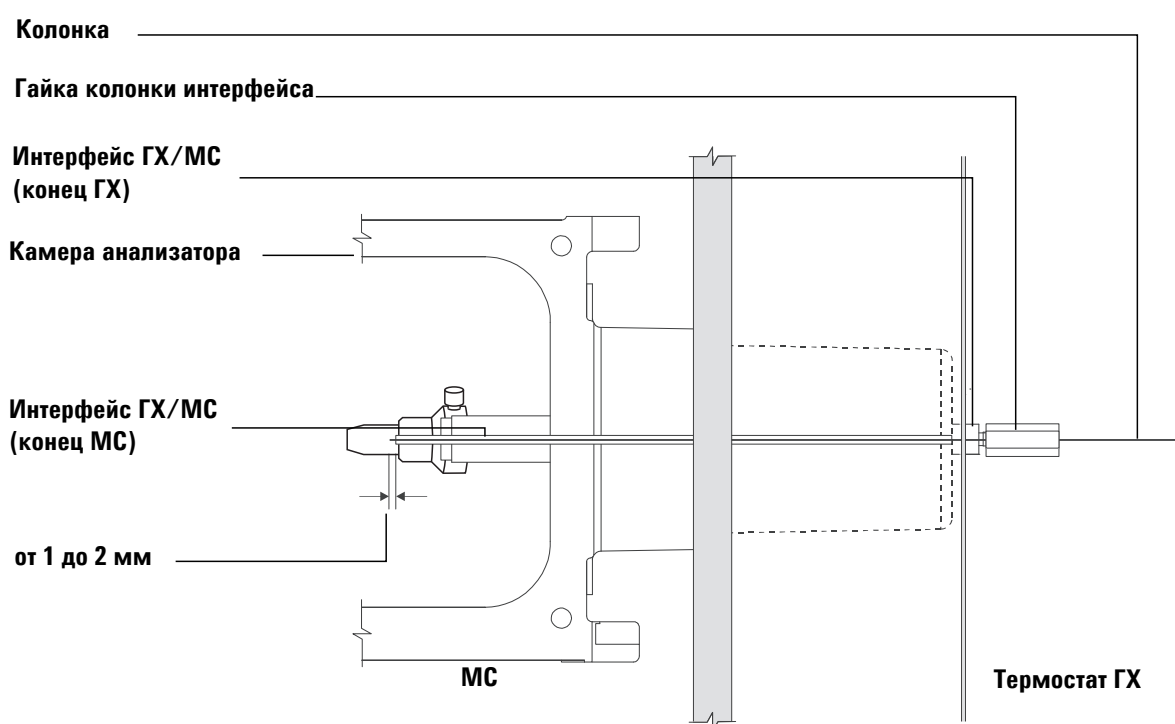

Рис. 4 Установка капиллярной колонки в интерфейс ГХ/МС
- 7 Вставьте колонку в интерфейс ГХ/МС (Рис. 4). Установите колонку так, чтобы она выступала за конец интерфейса на 1–2 мм.